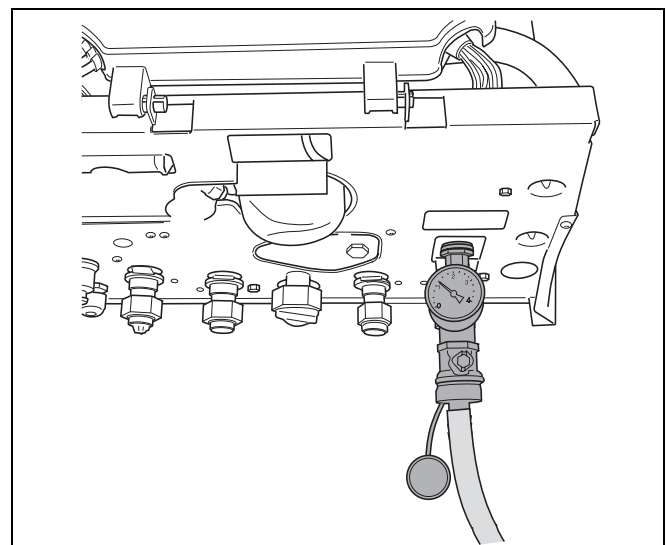

Fig. 2 Umplerea instalației de încălzire
- Se racordează furtunul la robinetul de umplere al aparatului (Fig. 2).